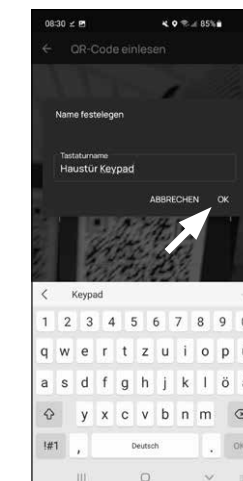

Fig. 10
- 13 Nella finestra successiva verrà chiesto un nome per il tastierino. Quando si utilizzano più cilindri e componenti secuENTRY, si consiglia di nominare il tastierino in modo tale da poter vedere immediatamente di cosa si tratta e dove si trova o è fissato il tastierino. Nell'esempio di questo manuale, il tastierino è stato intitolato *"Haustür Keypad"* (Tastierino portone di casa). Conferma il nome con *"OK"* (Fig. 10).